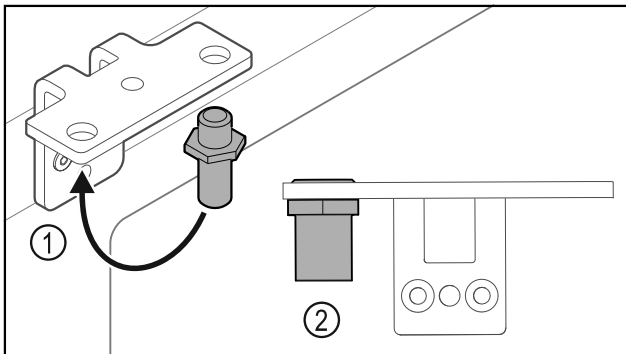

Fig. 32
- Přesad'te čep Fig. 32 (1) v úhelníku závěsu.
- Utáhněte čep Fig. 32 (2) **utahovacím momentem 12 Nm**.